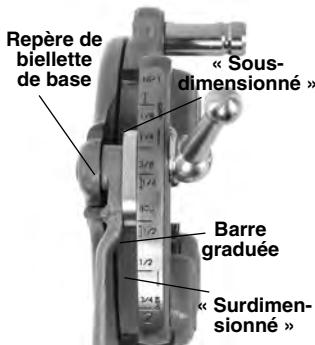

Figure 6 – Réglage du pas de filetage
3. Commencez par aligner le repère de la biellette avec le repère dimensionnel voulu de la barre graduée. Sur les têtes de filière Mono et Boulonnerie, alignez le repère de la biellette sur le repère de base de la barre graduée. Pour le filetage de boulonnerie avec une tête de filière universelle, alignez les filières de boulonnerie sur le repère « BOLT » de la barre graduée (*Figure 6*).